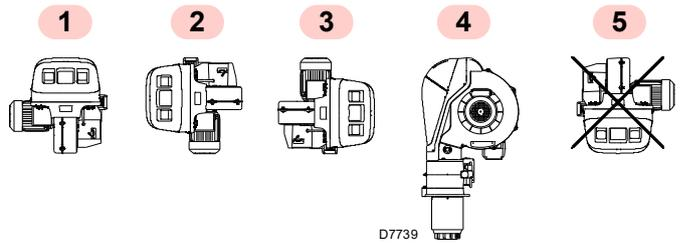

Abb. 13
- Der Brenner ist ausschließlich für den Betrieb in den Stellungen 1, 2, 3 und 4 (Abb. 13) ausgelegt.